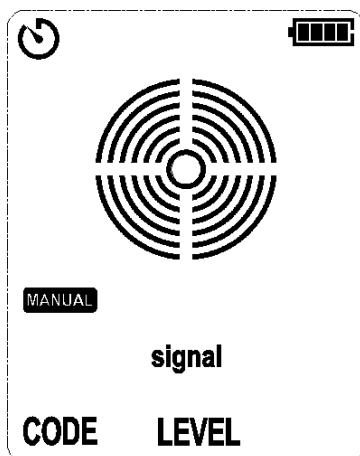

Figure 6.2.1b Mode Manuel
1. Allumez le récepteur et passez en mode MANUEL (sensibilité de réception par défaut : 6), comme illustré à la figure 6.2.1b.